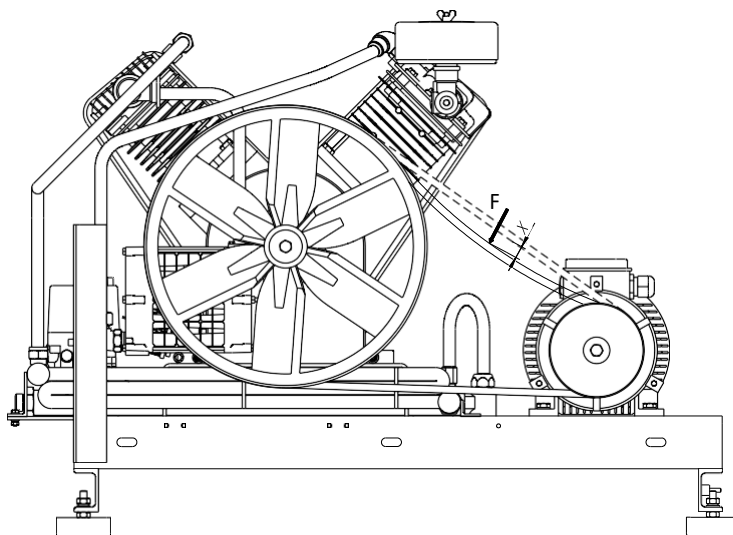

Рисунок 5
Для проверки натяжения ремней выполните следующие действия (смотрите рисунок 5):
- 3 Приложите силу F с усилием 40...55 Н, перпендикулярно к середине ремня (рисунок 5).